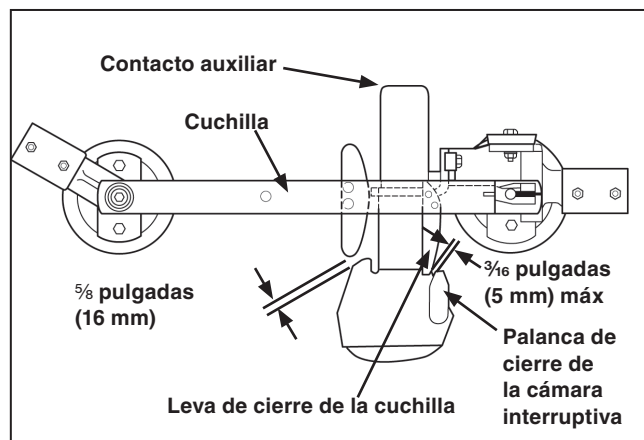

Figura 41. Ensamble de la cuchilla en la posición Closed completamente.
- (c) En la posición **Closed (Cerrado)** completamente, la distancia entre las levas de cierre de la cuchilla y las palancas de cierre de la cámara interruptiva debe estar dentro del límite mostrado. Ver Figura 41.